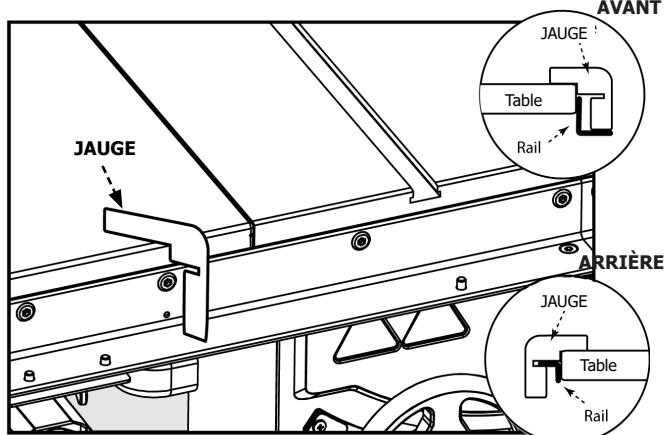

FIGURE 5
- Utilisez le gabarit d'alignement des rails fourni pour vous assurer que le rail est à la bonne distance du haut de la table, de chaque côté de la table en fonte. (Fig. 5)